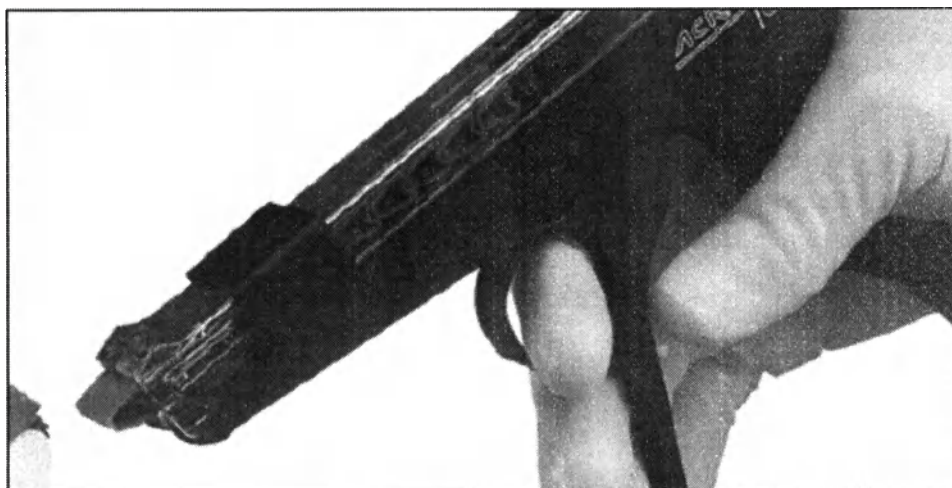

Рисунок 7
3.3 Освободите спусковой крючок, чтобы клипса закрылась на скальпе. Аккуратно потяните систему на себя, чтобы освободить клипсу. Следующие клипсы передвинутся вперед в позицию готовности. (Рисунок 7)